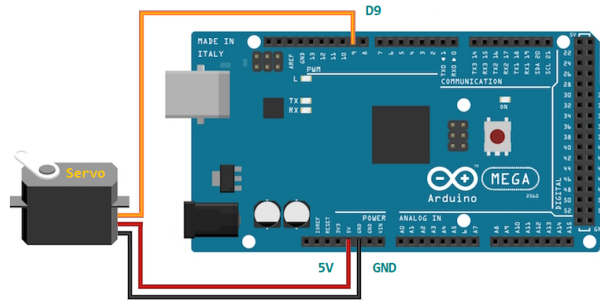

Figura 4: Conexión de un servo-motor.
1. Realizar las conexiones necesarias para operar un servo-motor (Figura 4).